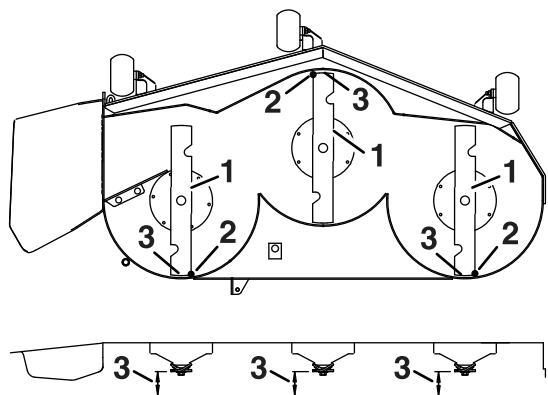

Figure 63
4. Faites pivoter les lames avec précaution pour faire passer les pointes avant à l'arrière (Figure 63).
5. Mesurez la distance entre la pointe de la lame avant et la pointe de la lame arrière par rapport à la surface plane (Figure 63).